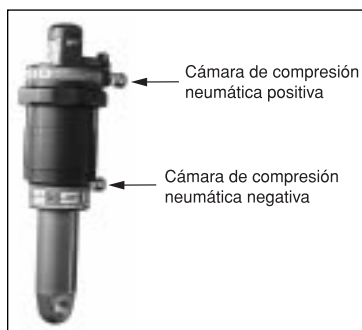

Fig. 1
La presión de aire a la que deberá ajustarse el amortiguador dependerá de su peso y estilo de conducción. La presión de aire puede modificarse en la cámara de amortiguación neumática positiva o en la negativa (ver fig. 1). En las secciones siguientes se explicarán las diferencias entre la presión de aire positiva y la negativa, así como la manera de ajustar ambos parámetros.
La válvula de mayor diámetro del amortiguador es la que regula la presión de aire positiva (fig. 1). El ajuste de la presión de aire positiva determina el tarado o dureza del amortiguador. Cuanto más aire se introduzca, más duro quedará el amortiguador.
1. Localice la válvula de aire de amortiguación positiva (compresión) (fig. 1).
La válvula de aire negativa (fig. 1) determina las características dinámicas de la bicicleta, es decir, la sensación de conducción. Si lo desea, puede variar la presión de aire de amortiguación negativa utilizando una bomba manual.